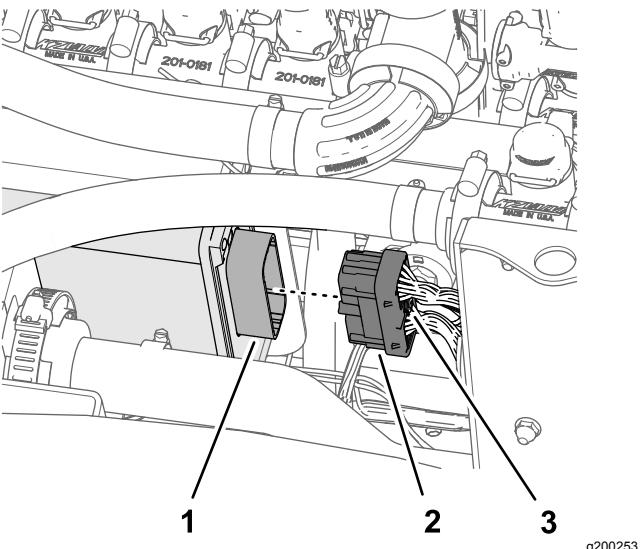

Figura 132
2. Insira o conector de 40 tomadas da secção com 102 cm da cablagem do kit no conector de 40 pinos do controlador de pulverização ASC 10 (Figura 132).
3. Enrosque o parafuso recartilhado do conector de 40 tomadas no conector ASC 10 à mão (Figura 132).